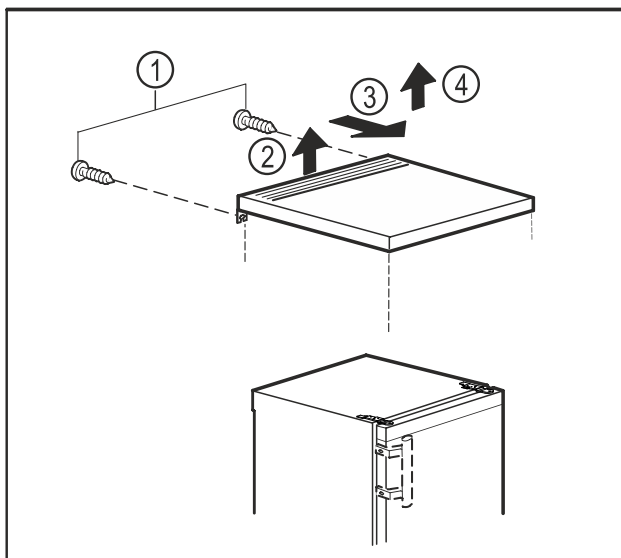

Fig. 9
- ▶ Schrauben an der Rückseite entfernen. Fig. 9 (1)
- ▶ Tischplatte hinten anheben. Fig. 9 (2)
- ▶ Tischplatte nach vorn schieben. Fig. 9 (3)
- ▶ Tischplatte nach oben abnehmen. Fig. 9 (4)